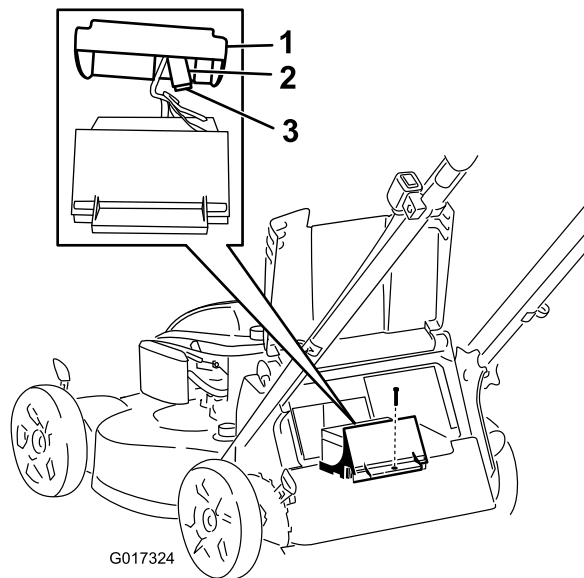

Figura 36
4. Retire el tornillo que sujeta el compartimento de la batería, tire de la batería hacia fuera y localice el fusible (Figura 36).
5. Cambie el fusible del portafusibles (Figura 36).